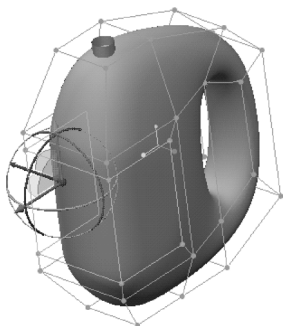

图 7-49 使用“面分割”选项分割选定的 3 个面
18) 在功能区的“自由式”选项卡的“创建”组中单击“面分割”旁的箭头按钮  , 接着单击  “25%”按钮, 从而以“25%”的偏移量将选定面分割成多个面, 如图 7-49 所示。